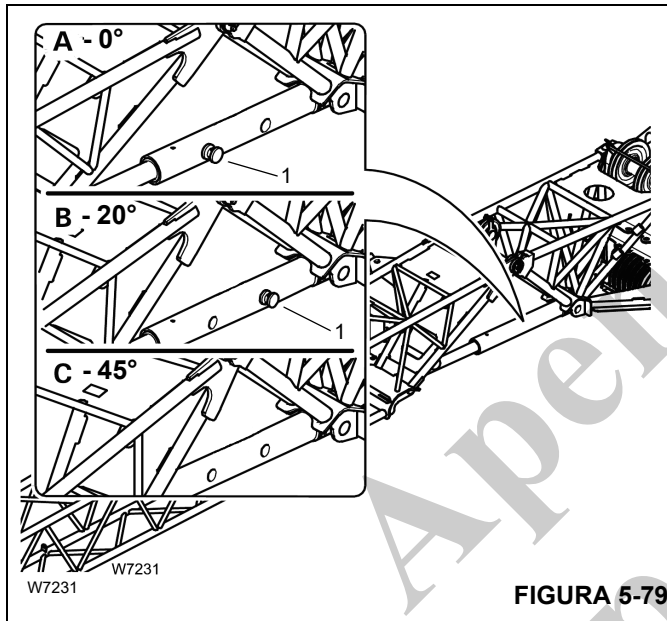

FIGURA 5-79
Consulte Figura 5-79.
1. Eleve a extensão com o guindaste auxiliar até que o pino (1, Figura 5-79) seja aliviado da carga.
2. Eleve ou abaixe a extensão com o guindaste auxiliar até que o pino de ajuste possa ser instalado no furo para o ângulo requerido (consulte Figura 5-79).
4. Abaixar e estenda a lança até que a extremidade da extensão da lança toque o solo e a pressão seja aliviada do pino de ajuste (1, Figura 5-79)
6. Eleve ou abaixe a lança até que o pino de ajuste possa ser instalado no furo para o ângulo requerido (consulte Figura 5-79).